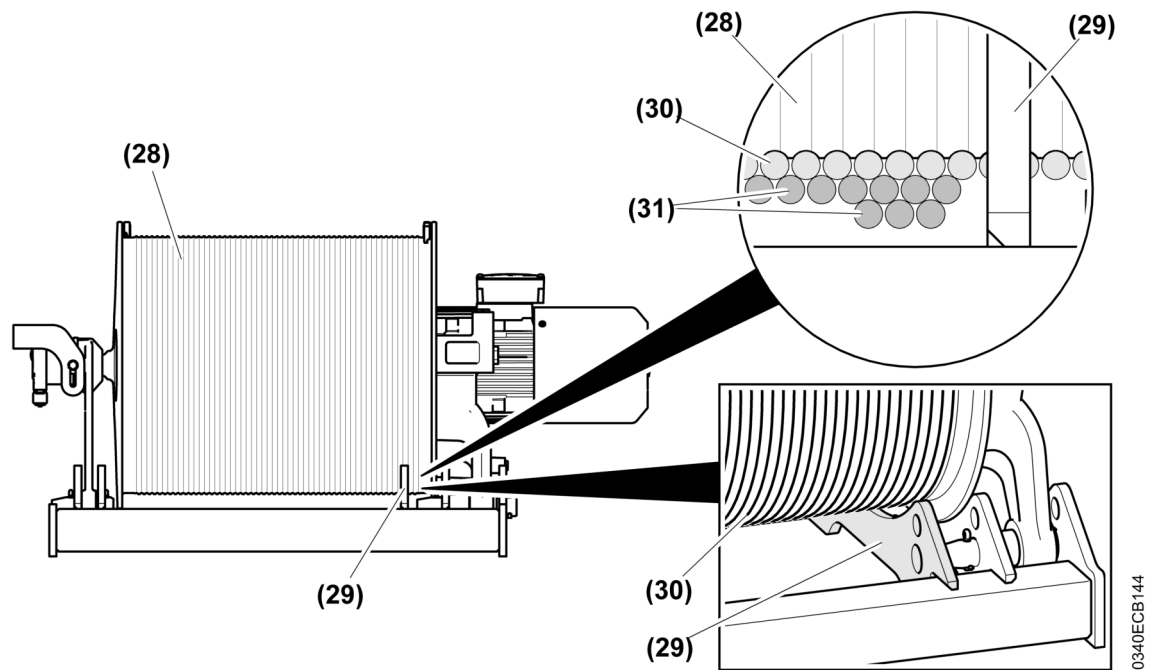

Fig. 604: Katzfahrseile aufspulen
- ▶ Katzfahrwerk-Lagerung (29) beim Aufspulen von Katzfahrseil II (31) beachten.
- ▶ Vor Katzfahrwerk-Lagerung (29) mit Katzfahrseil II (31) von zweiter Seillage auf dritte Seillage wechseln. \(siehe: Fig. 604, Seite 575\)